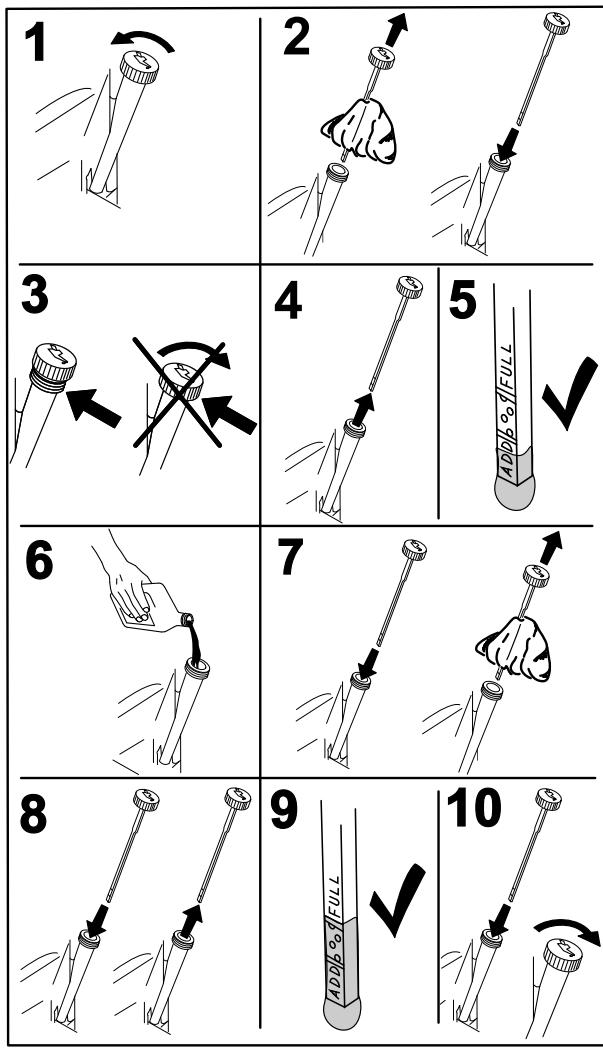

Figure 38
3. Pour éviter de faire tomber de l'herbe, de la poussière, etc. dans le moteur, nettoyez la surface autour du bouchon de remplissage et de la jauge de niveau avant de l'enlever (Figure 38).